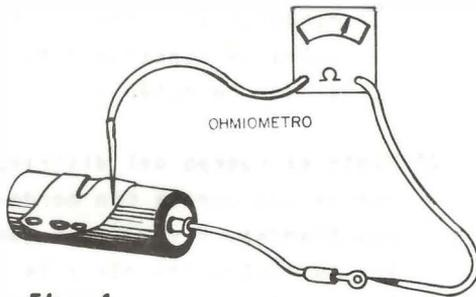

Fig. 4
- b. Pruebe el condensador con un ohmímetro, conectando una punta del instrumento al terminal y la otra al cuerpo del condensador. (Fig. 4).